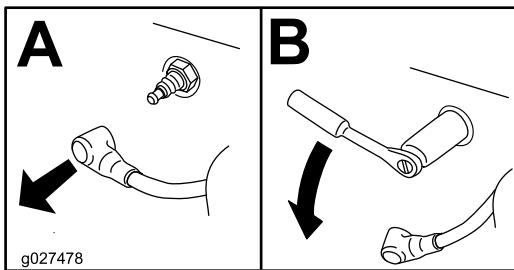

Figura 42
4. Retire la bujía (Figura 42).